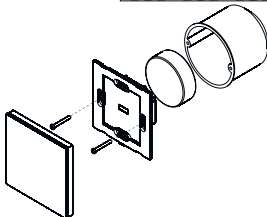

Рис.3. Установка панели управления в монтажную коробку.
- 3.6. Установите корпус панели в монтажную коробку и закрепите его при помощи двух винтов (Рис.3).